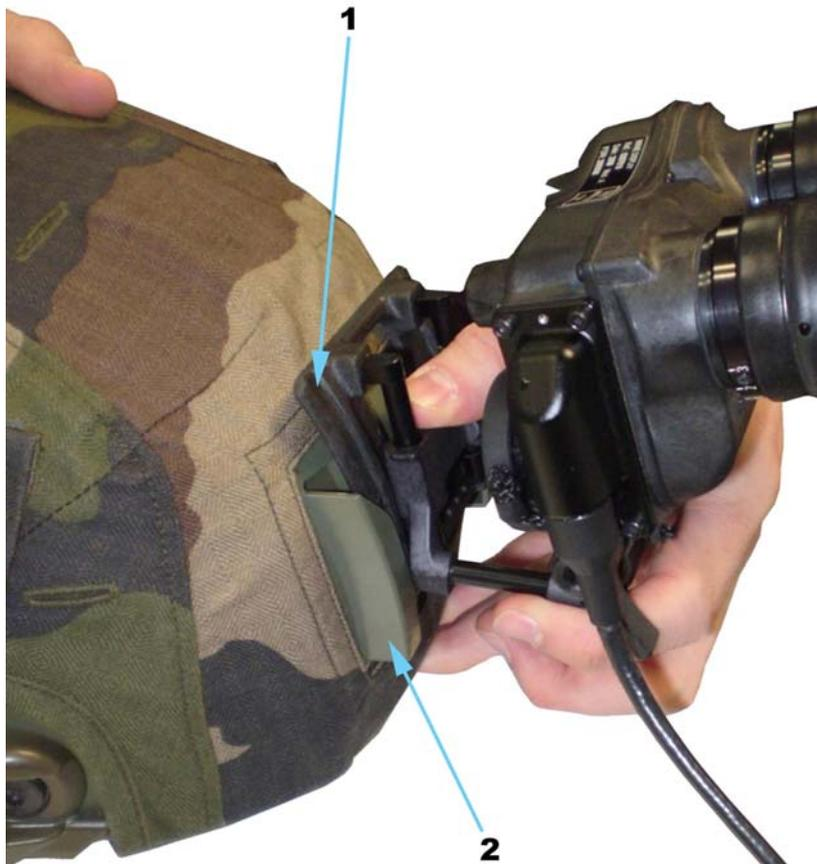

Fig. 3 : JVN FELIN sur le casque
- Prendre la JVN FELIN et positionner le système d'escamotage (1, Fig. 3) sur le casque dans le système d'accrochage (2, Fig. 3) située à l'avant du casque.